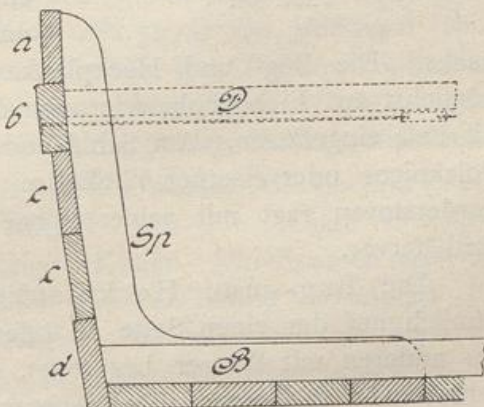

Abb. 650.
6. Die Hauptverbindungsteile. Die Bodenplanken der Schiffe sind 8 bis 13 cm stark, aus Kiefern- oder Tannenholz (Abb. 650).